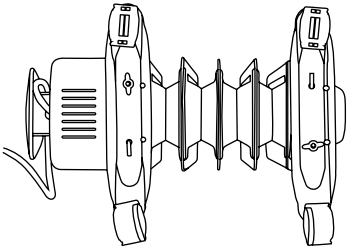

Рис. 4
- 1. Соединить одну из опорных ножек (2) с двумя роликами (1).
- 2. Закрепить гайками (3).
- 4. Перевернуть обогреватель нижней частью вверх, как показано на Рис. 4.
- 5. Продеть металлический держатель (4) через фиксатор.
6. Прикрепить опорную ножку с колесиками посредством металлического держателя (4) и винтов (5) к нагревателю.